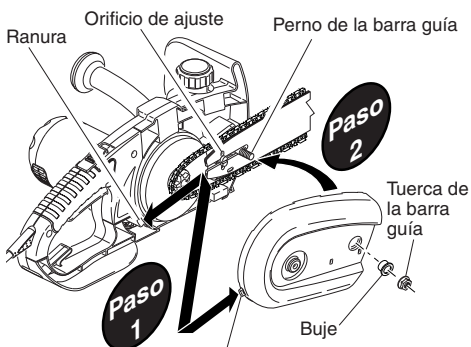

Figura 7 - Instalación de la tapa de la rueda dentada
7. Inserte la lengüeta de la tapa de la rueda dentada en la ranura del cuerpo de la unidad y gire la tapa de la rueda dentada sobre el perno de la barra guía hasta que la tapa de la rueda dentada descansa contra la barra guía (vea la Figura 7, página 28).